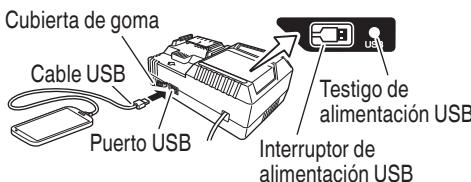

Fig. 8
- (2) Encienda el enchufe de alimentación USB (Fig. 8)
- (3) Conecte el cable USB. (Fig. 8)
○ Apague el interruptor de alimentación USB y desenchufe el cable de alimentación de la toma de alimentación eléctrica. (Fig. 8)